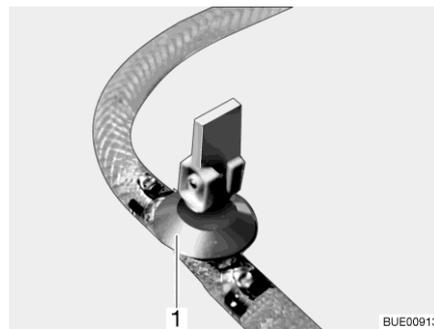

Bild 150 Ablasshahn (mit Kipphebel)
- Alle Ablasshähne schließen. Dazu den Kipphebel des Ablasshahns (Bild 150,1) waagrecht stellen.